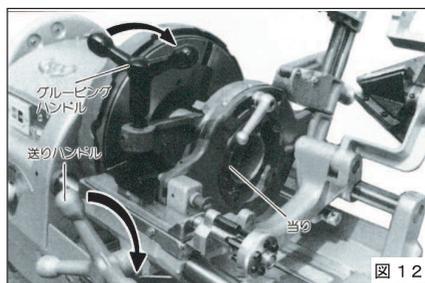

図 12
②パイプの先端にダイヘッドの当たりを送りハンドルで軽く当てながら、グルーピングハンドルをパイプに当たるまで右に回してください。(図12)